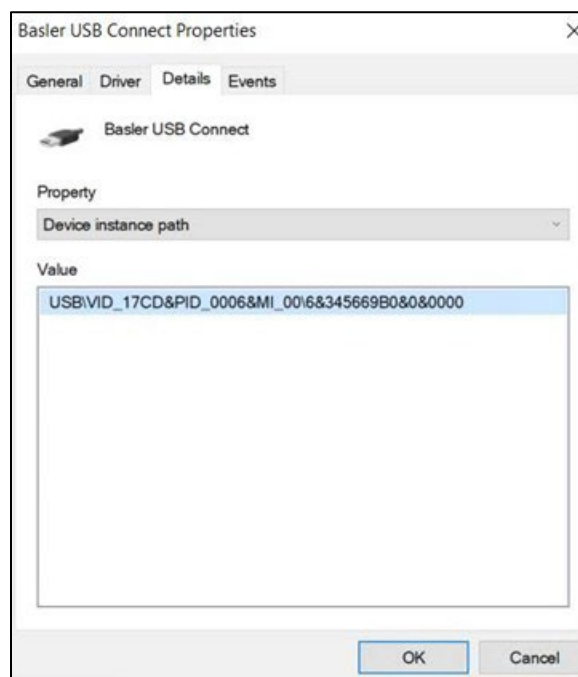

Figura 64-4. Propiedades de Basler USB Connect
- Paso 3. En la ventana Propiedades de Basler USB Connect (Figura 64-4), seleccione la pestaña Detalles. Compruebe si el valor contiene **MI_00** o **MI_02** en el centro de la cadena. Este valor se utilizará más adelante en el paso 6.